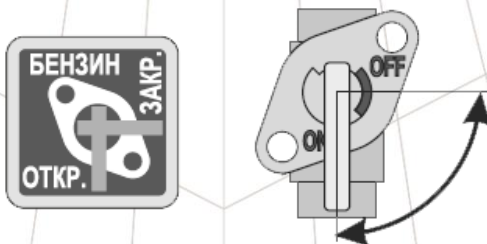

Рисунок 2. Робота паливного крана.
1. Відкрийте паливний кран, перемістивши важіль крана у напрямку руху годинникової стрілки до упору у положення «Відкрито» («ON») (див. рис. 2).
Після того, як двигун зупиниться, закрийте паливний кран, перемістивши важіль крана проти руху годинникової стрілки до упору у положення «Закрито» («OFF») (див. рис. 2).